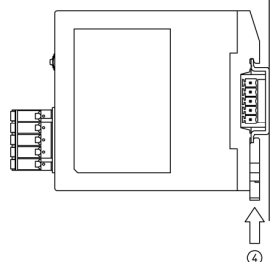

図2.2-5
- (4) 本器のロックレバーを「カチッ」と音がするまで押し上げてください(④)。(図2.2-5)